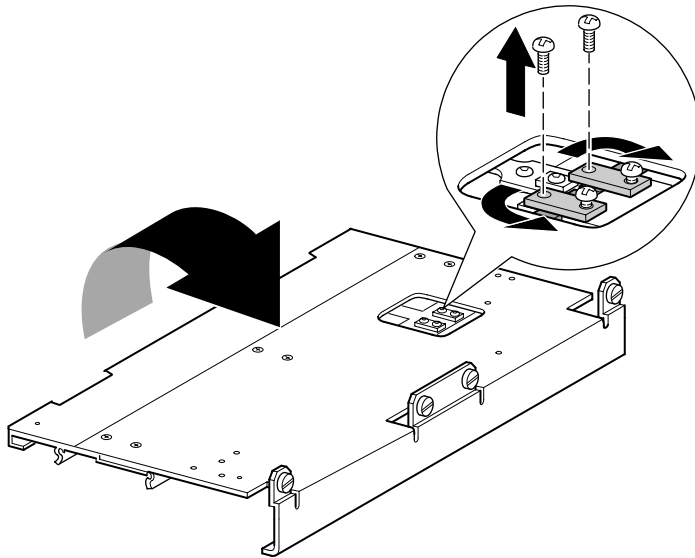

Abbildung 2–12. Zugängisaussparung für die Riemenblockhalterung
5. Drehen Sie die PTM-Basiseinheit herum, und ziehen Sie den Antriebsriemen aus dem Medientransportwagen, der Riemenspannrampe und der Umlenkrolle heraus (siehe Abbildung 2–2).